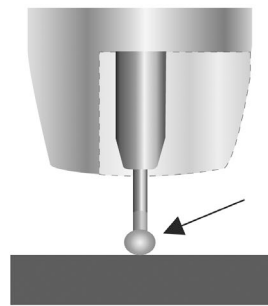

Fig. 14
2. Le fil ne peut pas encaisser tout le flux de courant. La résistance augmente, de sorte que le fil devient chaud, s'affaiblit et commence à fondre (fig. 14).